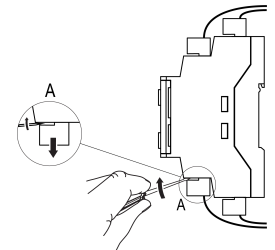

Рисунок 3 – Отсоединение съемных частей клемм
2. Отделить от прибора съемные части каждой из клемм вместе с подключенными внешними линиями связи с помощью отвертки или другого подходящего инструмента (см. рисунок 3).